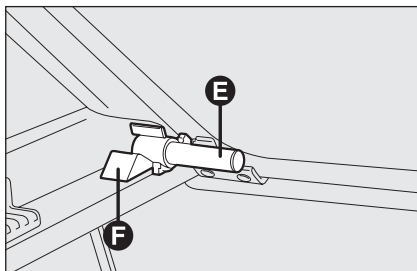

fig. 75
- ☐ dégager les pivots **E-fig. 75** placés à l'extérieur de la plage des logements correspondants **F** obtenus dans les supports latéraux, puis enlever la plage arrière vers l'extérieur.